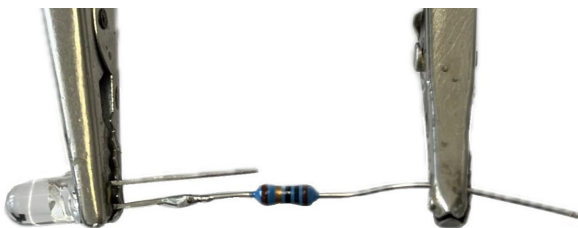

Abb. 12: An die LED gelöteter Widerstand
- (13) Löten Sie das kurze Ende des Widerstands an den Pluspol der LED (Abbildung 12).